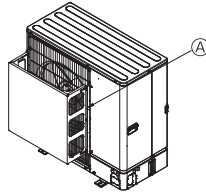

Fig. 2-5
- ② Asenna lisälmanohjain, jos yksikkö sijoitetaan sellaiseen paikkaan, jossa esim. myrskytuulet pääsevät puhaltamaan suoraan ilman ulostuloon. (Fig. 2-5)